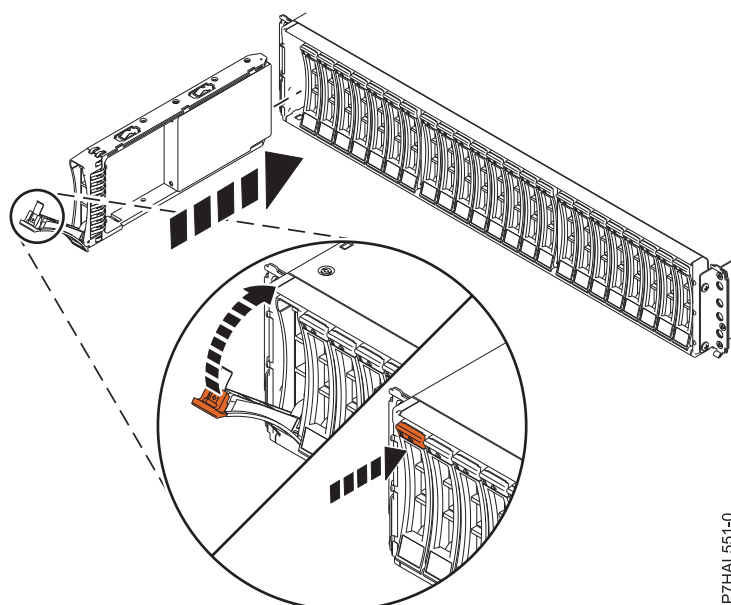

Figura 30. Instalar ou substituir a unidade de disco no 5887 suporte de unidades de disco
2. Com a pega na posição desbloqueada, conforme demonstrado em Figura 30 na página 33, apoie a parte inferior da unidade enquanto alinha a mesma com as calhas de suporte.
6. Bloqueie a unidade ao rodar a pega (A) na direcção demonstrada em Figura 30.